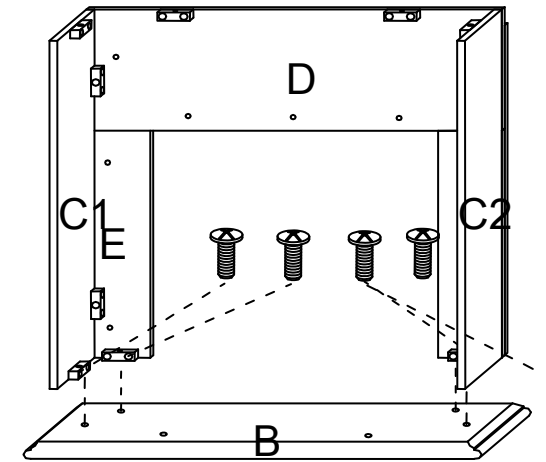

Figura 5
Ponga la asamblea terminada de repisa de chimenea en el PANEL de BASE (B) con 4 TORNILLOS de KD (U). Vea Figura 5.